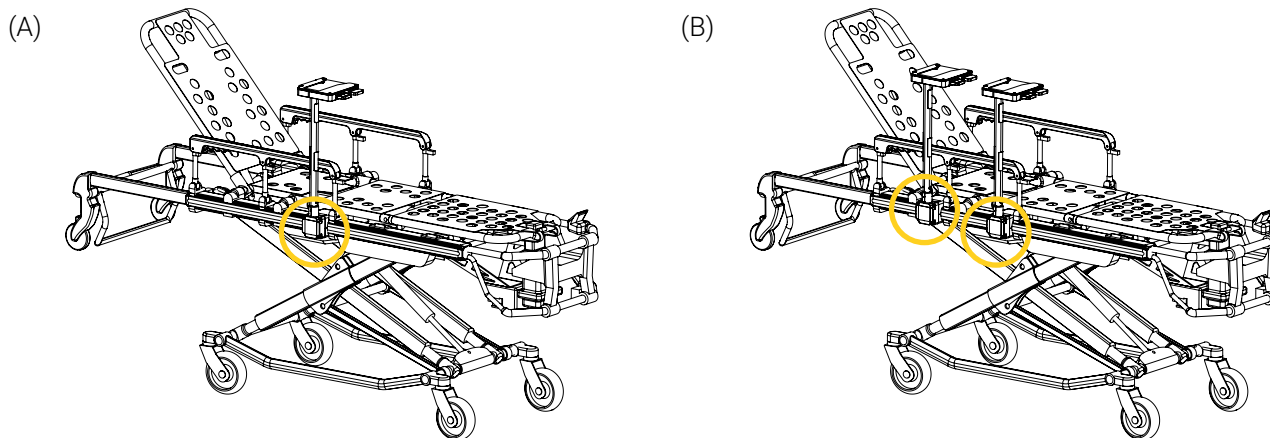

Figure 21: Système(s) de fixation installé(s) sur le cadre de la civière
8. Répéter les étapes 3 à 7 pour installer un deuxième Bloc d'ancrage PPXT FQS et Socle AP sur le cadre de la civière (Figure 21) si une deuxième Tige Auxiliaire XTPA est requise.